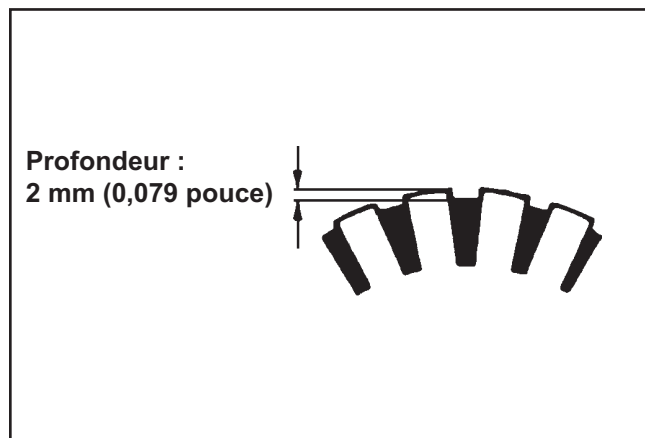

Figure 8-46. Profondeur du mica du commutateur.
2. Mesurer l'isolation en mica (la profondeur d'isolation entre les segments du commutateur). La profondeur doit être de **2 mm (0,079 pouce)**. Si elle est inférieure, couper/racler l'isolation en mica avec une lame de scie à métaux ou un outil semblable pour obtenir les mesures correctes entre les segments. Voir la figure 8-46.